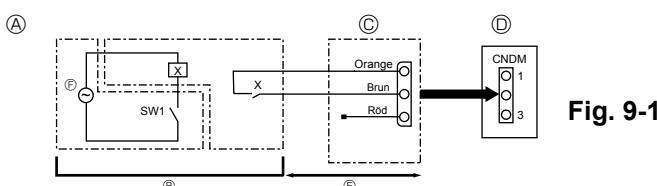

Fig. 9-1
① Utomhusenhetens kontrollkort
② Max. 10 m
③ Strömförsörjning för relä
9.1. Lägsta ljud-nivå (ändring på plats) (Fig. 9-1)